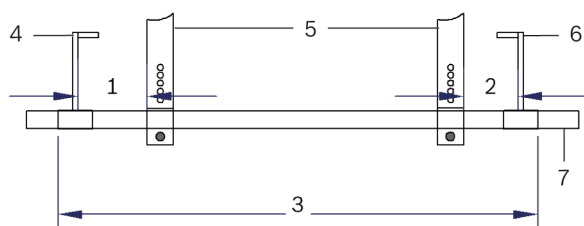

Рисунок 2: Распорные втулки
- ▶ Не превышайте максимально допустимую нагрузку, которая указана в таблице «Допустимые нагрузки на инструмент», и соблюдайте расстояние, указанное на рис. 2.
- ▶ Используйте поперечину T40092/1 в сочетании с двумя реверсивными подшипниками T40092/2 и T40092/3. Опоры T40091/2 упираются в траверс (рис. 2).